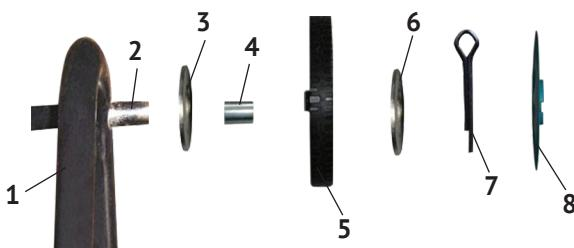

рис.3
- 6.2 Монтаж колёс с осью см. рис.3:
- вынув шплинт (рис.3 поз.7), снять с оси (рис.3 поз.2) втулки и шайбу;
- установить на ось распорную втулку (рис.3 поз.3), втулку (рис.3 поз.4) и колесо (рис.3 поз.5) в последовательности, изображённой на рис.3;
- зафиксировать колесо шплинтом и установить колпак колеса (рис.3 поз.8).